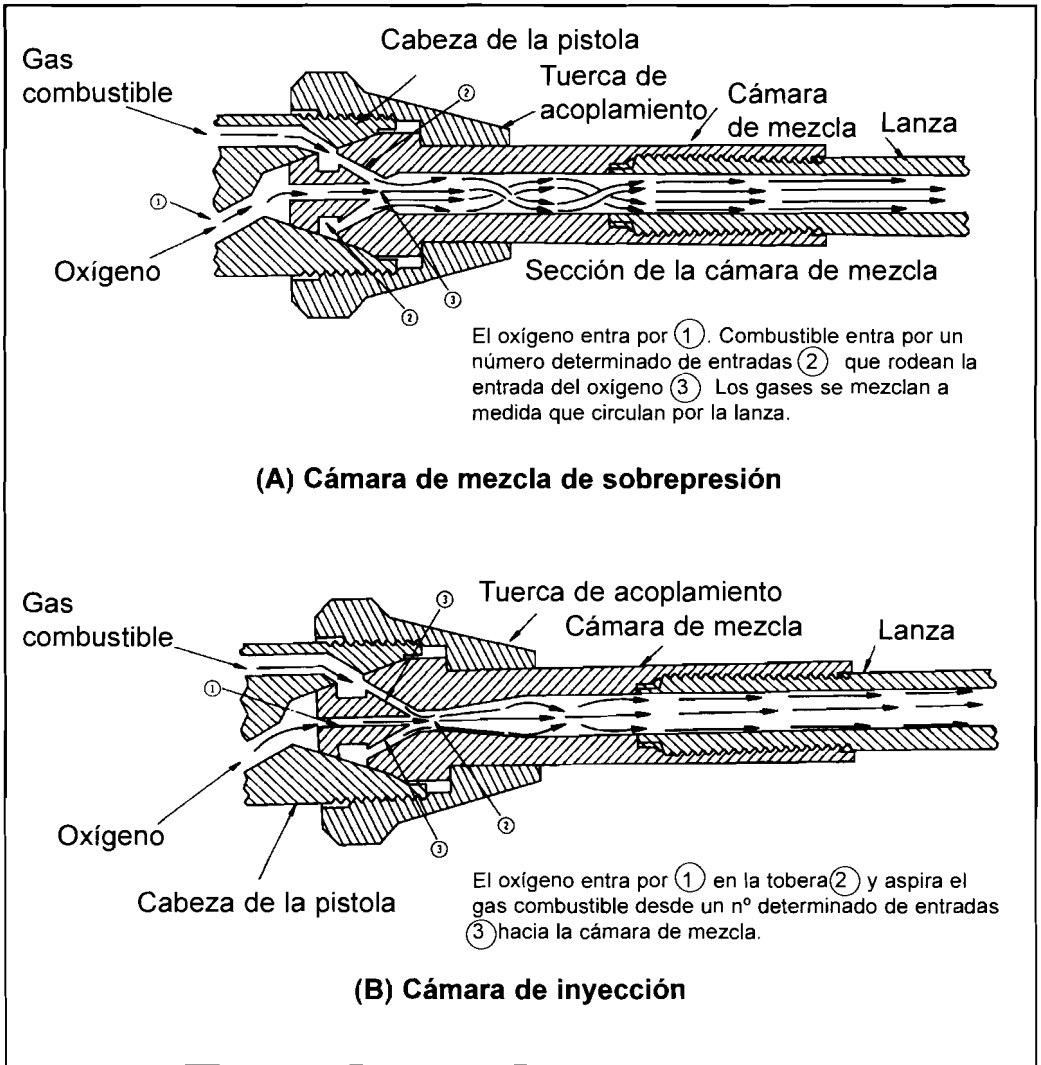

FIGURA 9.6: CÁMARAS DE MEZCLA. A) DE SOBREPRESIÓN. B) DE BAJA PRESIÓN
En este tipo el oxígeno y el gas combustible están a la misma presión y van a la misma velocidad, mezclándose al juntarse las direcciones de ambos gases. En la figura 9.6 (A) se observa una cámara de este tipo.
En este tipo de cámara el gas combustible a baja presión es aspirado por la corriente de oxígeno de alta velocidad. Para esto se utiliza un sistema de tobera. Este tipo de cámara de mezcla se emplea cuando el gas combustible es suministrado a una presión demasiado baja para producir una combustión adecuada. Los sopletes con este tipo de cámara se denominan de baja presión. En la figura 9.6 (B) puede observarse un diseño de una cámara de este tipo.